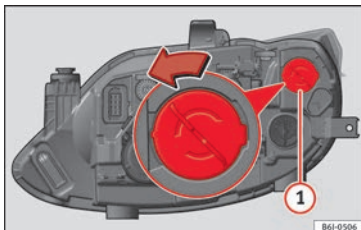
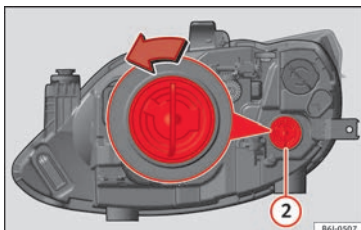

Bild 89 Enstaka varselljus
Bild 90 Enkel blinkerslampan
- Vrid lamphållaren » bild 89 ① eller » bild 90 ② åt vänster och dra.